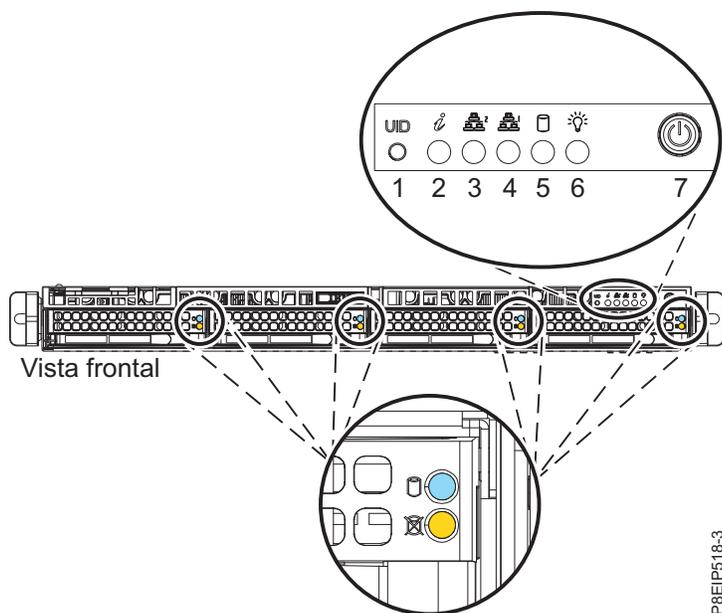
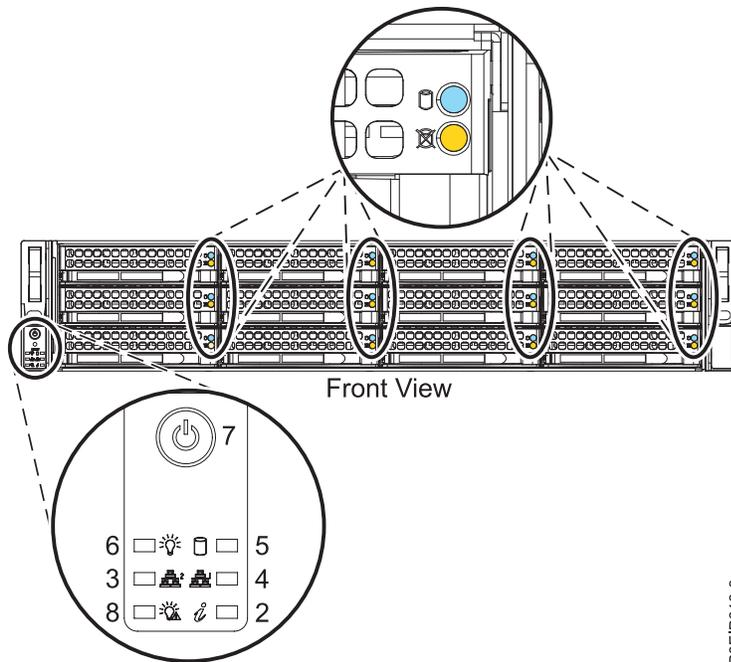

Figura 91. Interruptor de alimentación de 8001-12C
Figura 92. Interruptor de alimentación de 8001-22C
2. Pulse el botón de encendido (7) que se muestra en la Figura 91 o la Figura 92 en la página 87. Puede que tenga que pulsar el interruptor de 0,5 a 3 segundos.